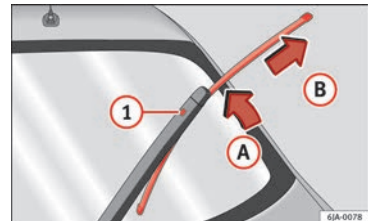

Fig. 70 Balai d'essuie-glace arrière.
- Retirez le bras d'essuie-glace arrière de la glace en déplaçant légèrement le balai d'essuie-glace dans le sens du bras d'essuie-glace – flèche (A) » fig. 70.
- Avec l'autre main déverrouillez la sécurité (1) et retirez le balai d'essuie-glace dans le sens de la flèche (B).